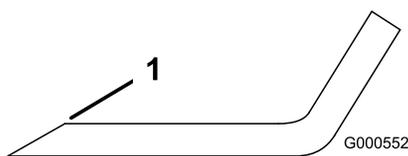
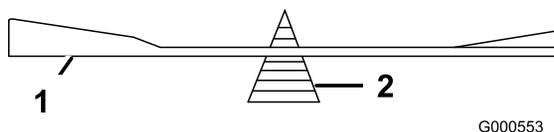

Figura 48
Figura 49
- Utilize uma lima para afiar a aresta de corte em ambas as extremidades da lâmina (Figura 48). Mantenha o ângulo original. A lâmina manterá o equilíbrio se for retirada a mesma quantidade de material de ambas as extremidades de corte.
- Verifique o equilíbrio da lâmina colocando-a num equilibrador de lâminas (Figura 49). Se a lâmina ficar na horizontal é porque está equilibrada e pode ser utilizada. Se a lâmina não estiver equilibrada, lime algum metal da extremidade da aba apenas (Figura 48). Repita este procedimento até a lâmina estar equilibrada.